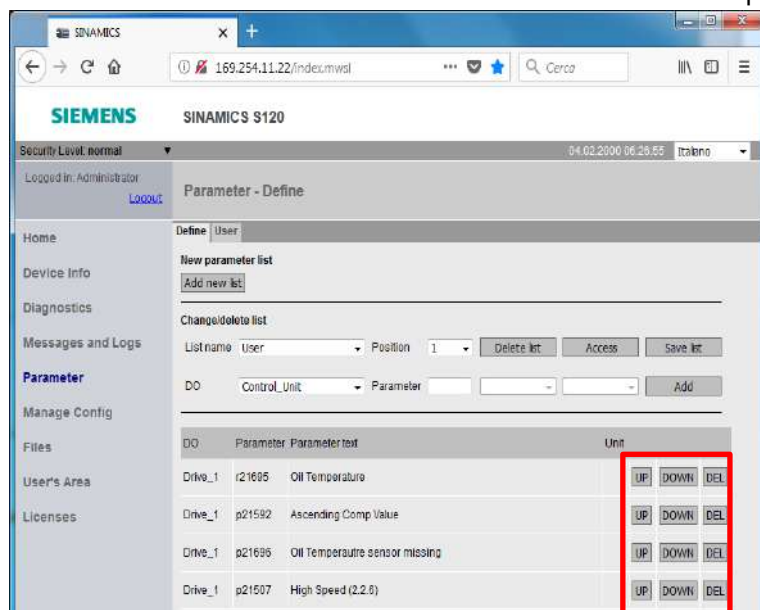

Figura 30 - Schermata SIEMENS S120, Parameter - Define list
- Aggiunta e salvata la nuova lista, si vedrà l'elenco di tutti i parametri predefiniti, si potranno selezionare cliccando sull'apposita linguetta. Come si nota nella Figura 30, a fianco di ogni voce dell'elenco ci sono i tasti *UP* e *DOWN* che permettono di scorrere verso l'alto o il basso l'ordine del parametro all'interno della lista. Premendo *DEL* invece si elimina il parametro.